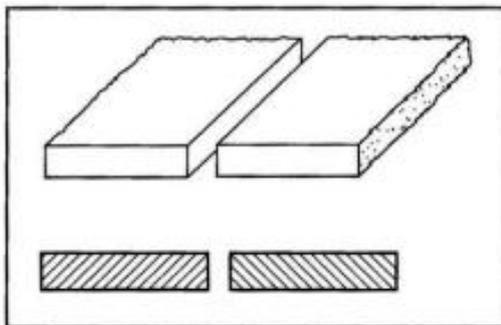

Рис. 14
**Стыковым** называется сварное соединение двух элементов, расположенных в одной плоскости или на одной поверхности (рис. 14).